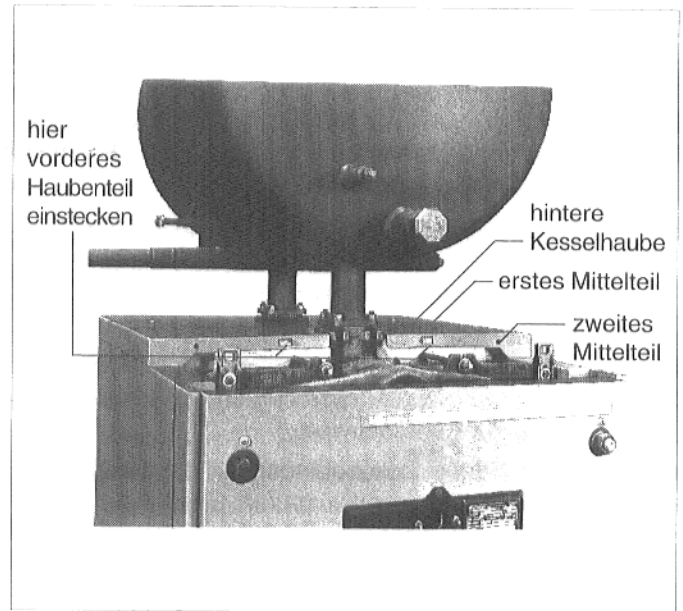

Abb. 34
- **Hintere Kesselhaube** (Abb. 34) in die Seitenwände einhängen.
- **Erstes Mittelteil der Kesselhaube** (Abb. 34) mit der Aussparung für den Dampfabgang nach hinten in die hintere Kesselhaube einstecken und von oben mit den Konsolen verschrauben (M 6 x 16 mit U-Scheibe).
- **Zweites Mittelteil der Kesselhaube** (Abb. 34) mit der Aussparung für den Dampfabgang nach vorne in das erste Mittelteil einstecken.
- **Vordere Kesselhaube** (Abb. 34) in das zweite Mittelteil einstecken und von oben mit den Konsolen verschrauben (M 6 x 16 mit U-Scheibe).